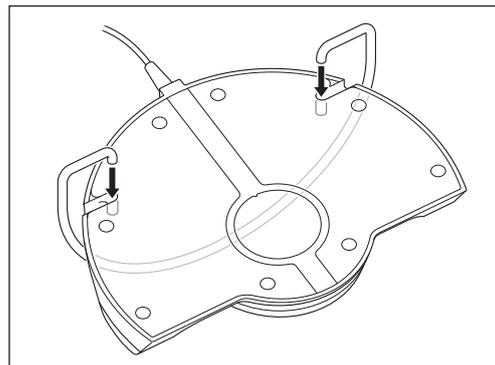

Abb. 4
- 1) Führen Sie die Fußschalteraufhängung in die beiden Löcher an der Rückseite des Fußschalters ein (Abb. 4).